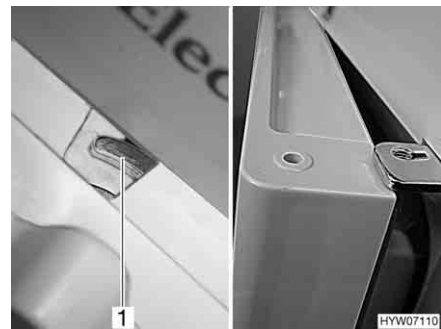

Bild 191 Kühlschranktür in Lüftungsstellung (Dometic 7er-Reihe)
- Verriegelung ganz nach rechts schieben. Die Kühlschranktür ist mit Hilfe der Türarretierung (Bild 191,1) fixiert. Die Kühlschranktür bleibt damit leicht geöffnet (Bild 191).